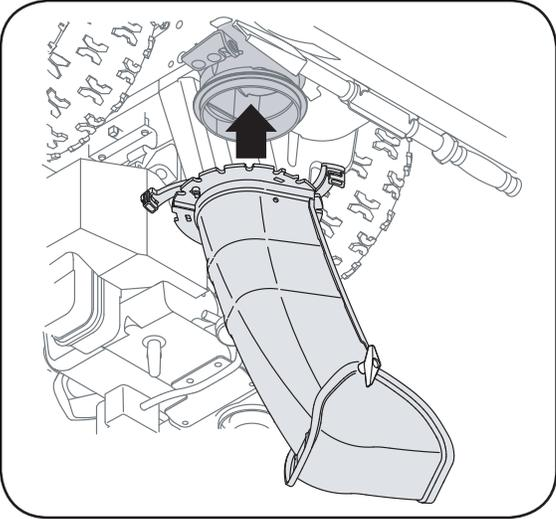

Figure 3-3
3. Positionnez la souffreuse au-dessus de sa base, bien en place sur l'adaptateur. Voir la Figure 3-3.